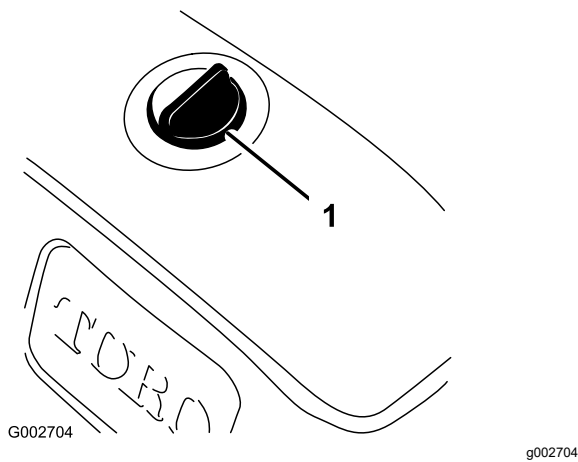

Bild 16
2. Reinigen Sie den Bereich um den Deckel des Hydraulikbehälters, damit keine Rückstände in den Behälter gelangen (Bild 16).